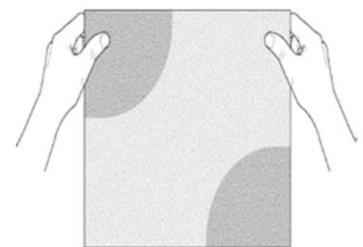

Figura 2
2. Premere delicatamente con il pollice il bordo superiore dell'elemento grafico in posizione. Vedere la figura 2.